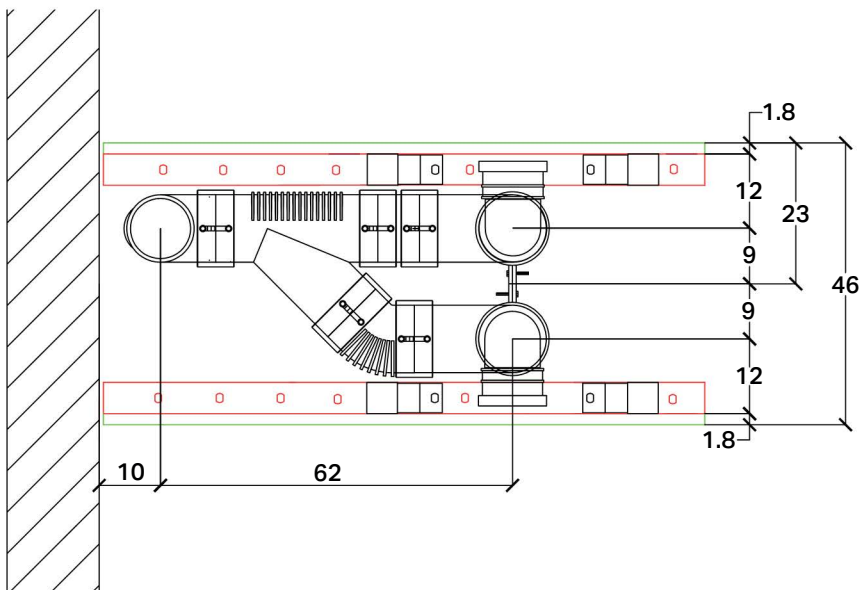

Bild 91: Detail B
- 5) Detailskizze B siehe Bild 91, Seite 75